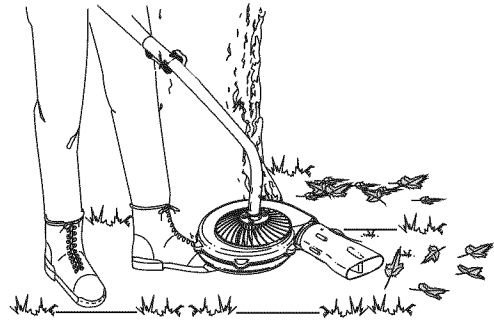

Fig. 7
- Use la boquilla ancha para superficies grandes y duras como entradas de autos y aceras (Fig. 7).